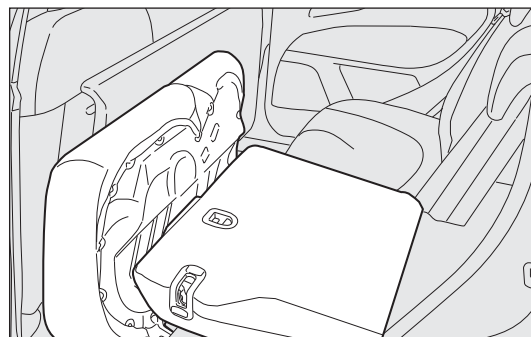

fig. 94
- ☐ incline los respaldos hacia adelante en el sentido indicado por la flecha fig. 94;